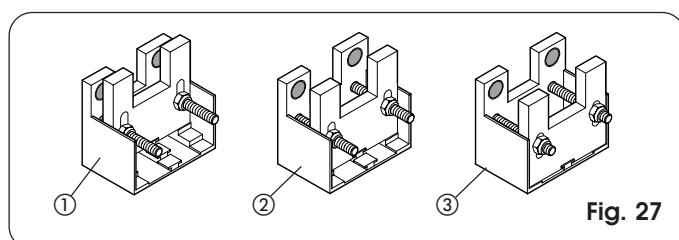

Fig. 27
- Crémaillère zinguée 30x6 module 4 (Fig. 27 - Réf. ①)
- Crémaillère zinguée 30x12 module 4 (Fig. 27 - Réf. ②)
- Crémaillère en nylon renforcé 30x20 module 4 (Fig. 27 - Réf. ③)